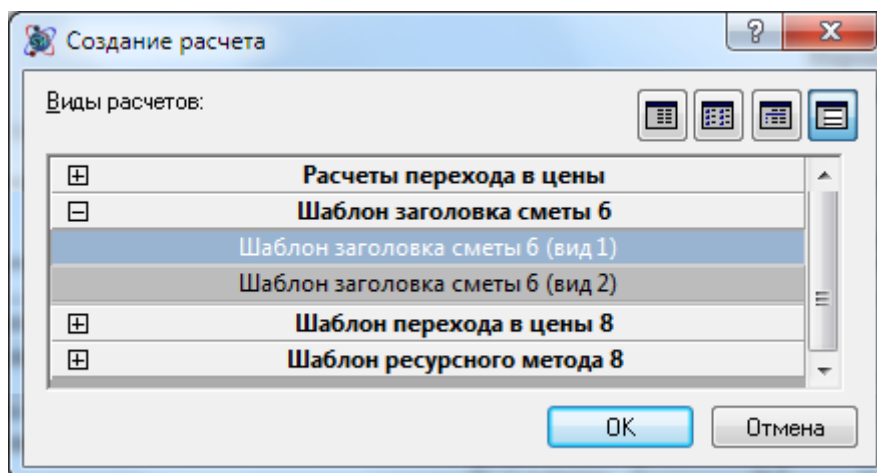

Рис. 6.59 Шаблон заголовка
2. В диалоговом окне *Создание расчета* выбрать расчет из группы Шаблон заголовка сметы/акта (рис. 6.59) и нажать на кнопку ОК.